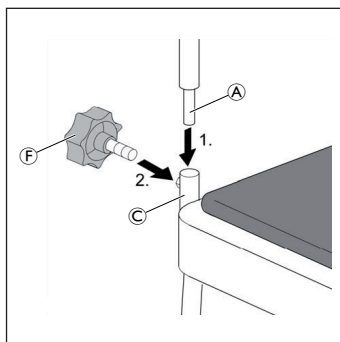

Fig. 2
1. Guidez le tube de dossier **A** des deux côtés, du haut vers le châssis de siège **C** (Fig. 2).
2. Tournez la vis à tête étoilée **F** d'un tour de l'arrière dans le châssis de siège (Fig. 2).